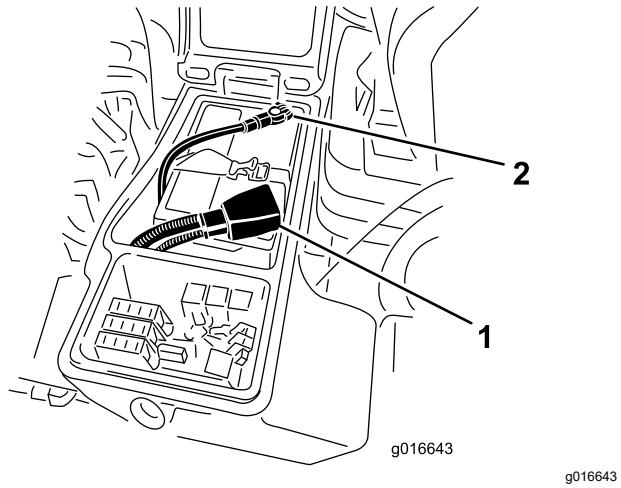

Bild 97
6. Klemmen Sie das Pluskabel (Rot) am Pluspol (+) der Batterie und das Minuskabel (Schwarz) am Minuspol (-) der Batterie an (**Bild 97**).